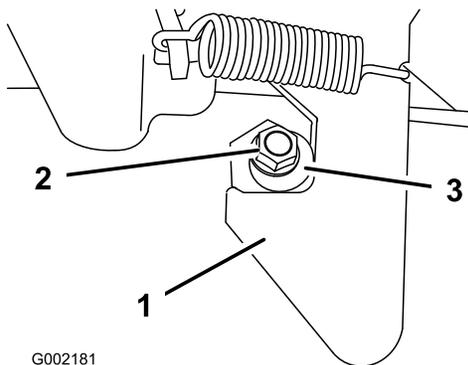

Figura 15
1. Desaperte a porca no perno do trinco (Figura 15).
2. Rode o perno no sentido dos ponteiros do relógio até o encostar ao trinco e aperte a porca (Figura 15).